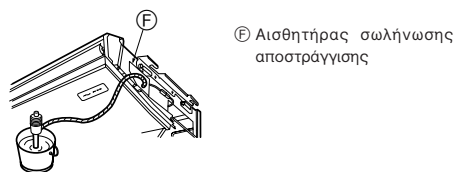

Fig. 5-3
5. Ελέγξτε την αποστράγγιση (Fig. 5-3)